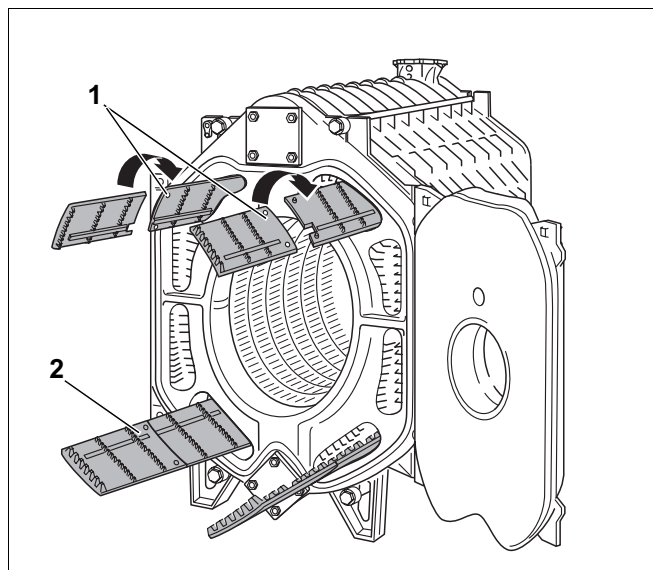
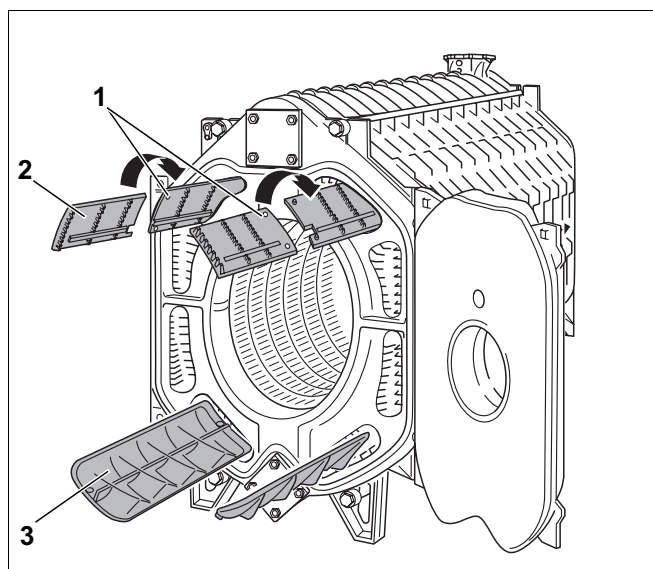
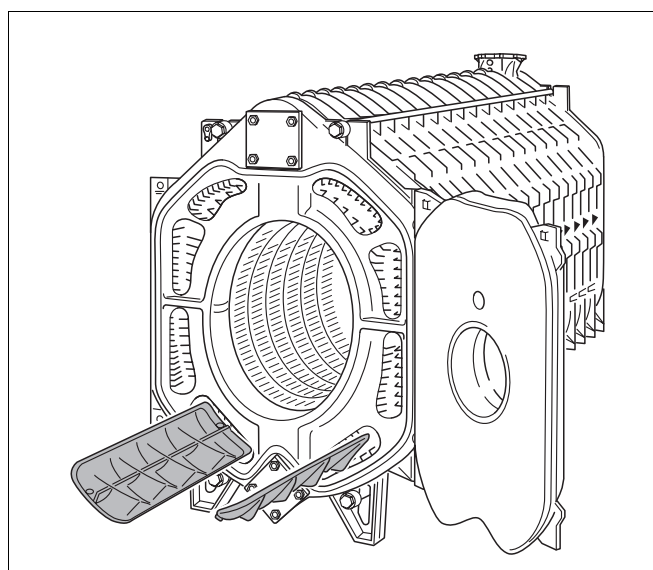

Fig. 29 Tegning: Kjel med 9 elementer
Fig. 30 Tegning: Kjel med 13 elementer
Fig. 31 Tegning: Kjel med 15 elementer
Det skiller mellom røykgass-styreplater med **sigdprofil** (fig. 30, **pos. 2**) og røykgass-styreplater med **bølgeprofil** (fig. 30, **pos. 3**).
- Ta røykgass-styreplatene ut av kassen med beslagdeler og legg dem inn i røykgasskanalene i samsvar med den **støpte påskriften** (se også fig. 29, fig. 30, fig. 31 og tabellen på neste side).
Røykgass-styreplatene med sigdprofil er delt i to. Ved montering av sigdprofilplater i en røykgasskanal må de to delplater festes i hverandre (fig. 29, **pos. 1**) og (fig. 30, **pos. 1**)! fig. 29 er også delplater som er festet i hverandre vist (fig. 29, **pos. 2**).